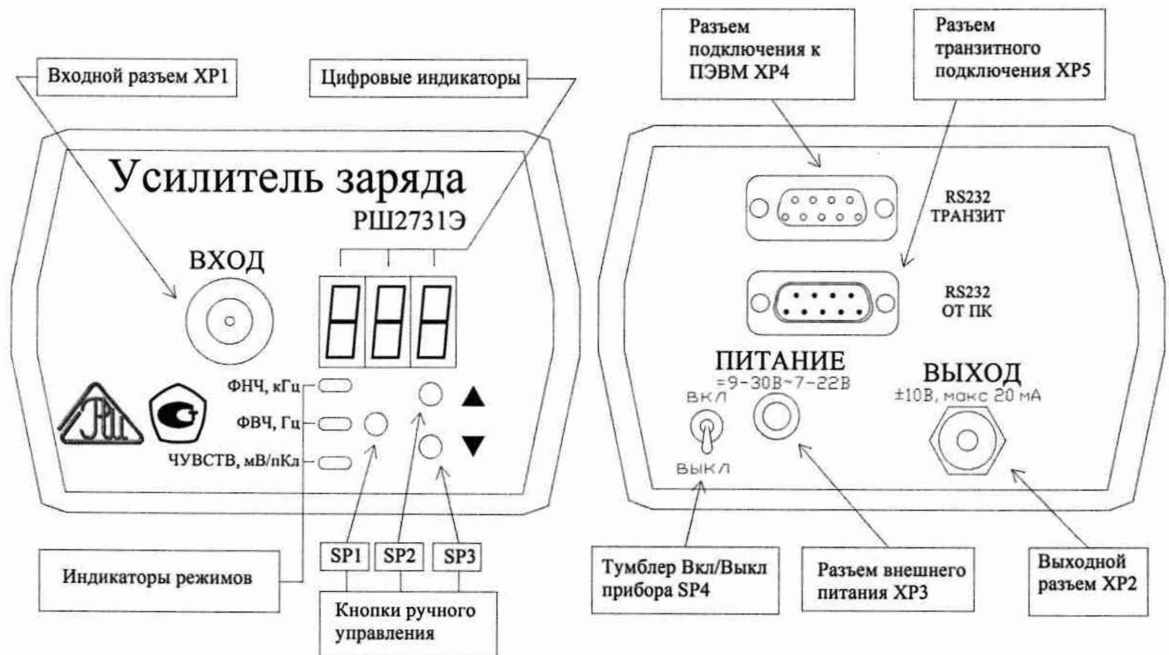

Рисунок 3.1. Передняя и задняя панели усилителя РШ2731Э
1. На входной разъем ХР1 (Рисунок 3.1) не следует подавать сигналы от источников, амплитуда выходного тока короткого замыкания которых превышает 25 мА, а амплитуда выходного напряжения холостого хода – 20 В;
2. Импеданс нагрузки, подключаемой к разъему ХР2 (Рисунок 3.1) усилителя в общем случае не должен быть ниже, чем у параллельного соединения резистора 600 Ом. И конденсатора 5000 пФ. Допускается работа усилителя на емкостную нагрузку неограниченной величины при условии, что свойства усиливаемого сигнала и установленный коэффициент передачи исключают протекание через нагрузку тока с мгновенным значением, превышающим 25 мА.